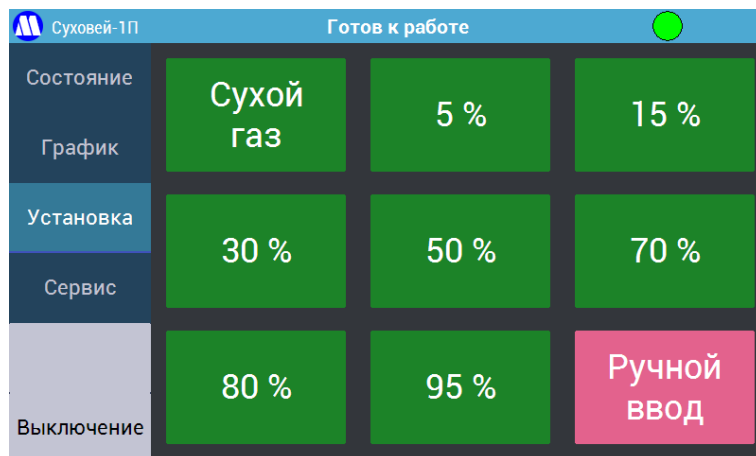

Рисунок 9 – Экран «Установка».
7.2.7. На экране «Установка» (Рисунок 9) имеются 9 кнопок.